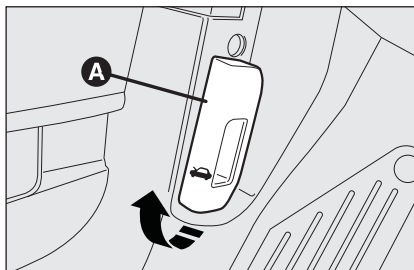

fig. 96
- ☐ tirer le levier **A-fig. 96** dans le sens indiqué par la flèche;
- ☐ tenir le capot soulevé d'une main et de l'autre enlever la béquille **C-fig. 96** du logement **D** et la remettre dans son dispositif de blocage;